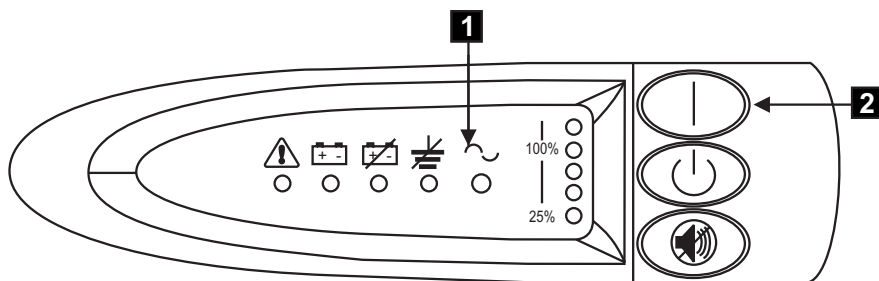

図 35. 2145 UPSの電源スイッチとインディケータ
10. 2145 UPSが自己診断テストを行っている間、2145 UPSのすべてのフロント・パネル・インディケータが、短時間明滅します。テストが完了すると、モード・インディケータ **1** が明滅して、2145 UPSが待機モードになったことを示します。52 ページの図 35 を参照してください。
2145 UPSのオン・ボタン **2** (52 ページの図 35) を、2145 UPSからピープ音が聞こえるまで (約 1 秒) 押したままにします。モード・インディケータが明滅を停止します。ここで負荷レベル・インディケータが示しているのは、2145 UPSが供給している荷重のパーセンテージです。これで、2145 UPSは通常モードになり、バッテリーの充電を行います。